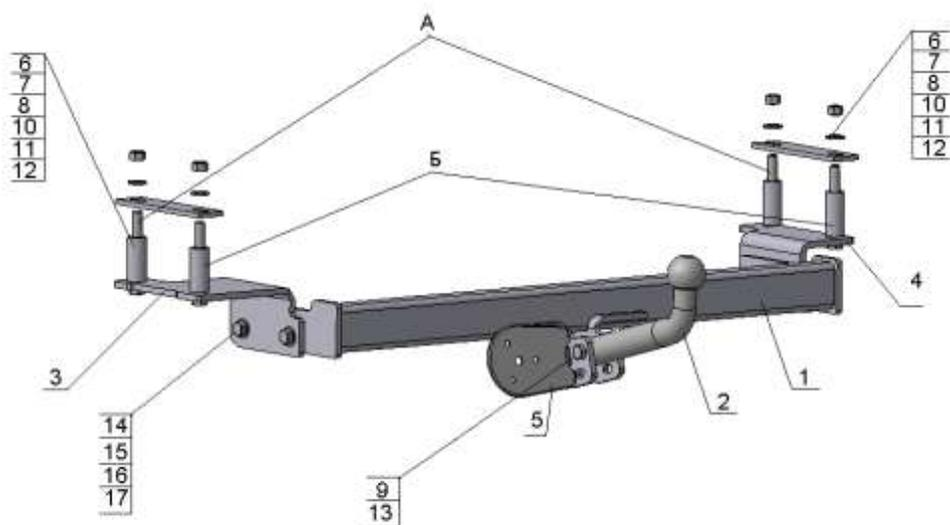

Рис. 1
- согласно Рис.1 с помощью крепежных элементов поз. 6,7,8,10,11,12 закрепить кронштейны поз.3, поз.4 на автомобиле;